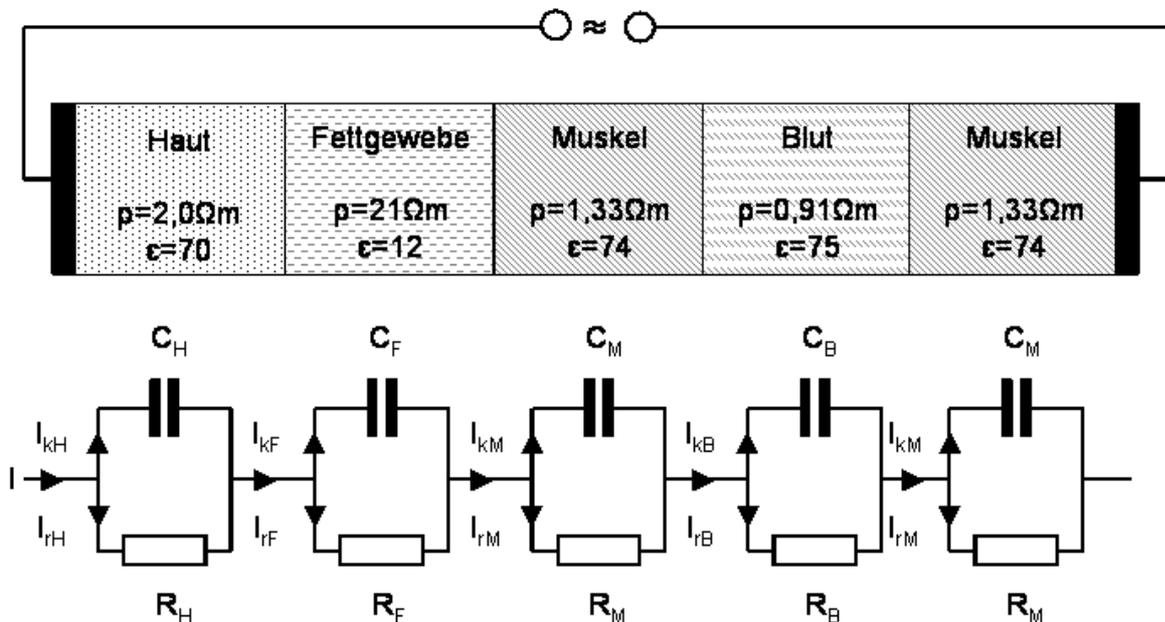

Abbildung 4
4. Zwischen 2 Elektroden der Fläche  $A$  liegen eine Schicht Fettgewebe und eine Schicht Muskelgewebe gleicher Dicke. Ein HF-Strom durchsetzt die Gewebeschichten und führt zu deren Erwärmung (Abb.4). Bestimmen Sie das Verhältnis der in den beiden Schichten freigesetzten Wärmeenergien  $W_{\text{Fett}}/W_{\text{Muskel}}$  sowohl für den Fall kleiner Frequenzen ( $\omega \rightarrow 0$ ) als auch für den Fall hoher Frequenzen ( $\omega \rightarrow \infty$ )!
Verfolgt man den Stromfluss durch unterschiedliche Gewebe, so teilt sich dieser gewebespezifisch in eine Wirk- und eine Blindkomponente auf (Abb. 4).
Zwanglos lässt sich z.B. aus Abb.4 verstehen, dass sich eine effektive Erwärmung des Muskelgewebes mittels HF-Therapie erst bei höheren Frequenzen erzielen lässt.